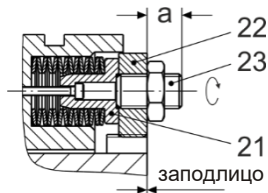

Рис. 15
3. регулировочную гайку (22) со стороны торца втулки закрутить заподлицо, Рис.15.
4. штифт с резьбой (23) вывернуть.
6. все штифты с резьбой (23) равномерно закрутить вглубь до размера "a", в соответствии с требуемым крутящим моментом, см. Диаграмму регулировки и Рис. 15.
7. зафиксировать контргайками (24) штифты с резьбой (23) против отворачивания.